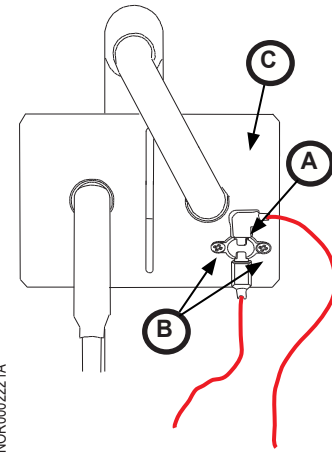

Fig. 4 - Thermostat du ventilateur extérieur
1. Enlevez les vis du thermostat (Fig. 4, B) (2x); enlevez le thermostat (Fig. 4, A). Conservez toutes les pièces.